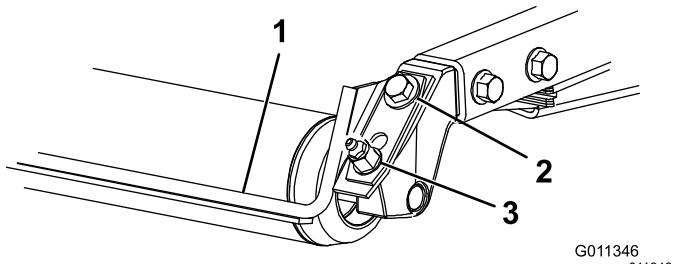

Bild 3
1. Lösen Sie die Schmiernippel und Befestigungsschraube (**Bild 3**).